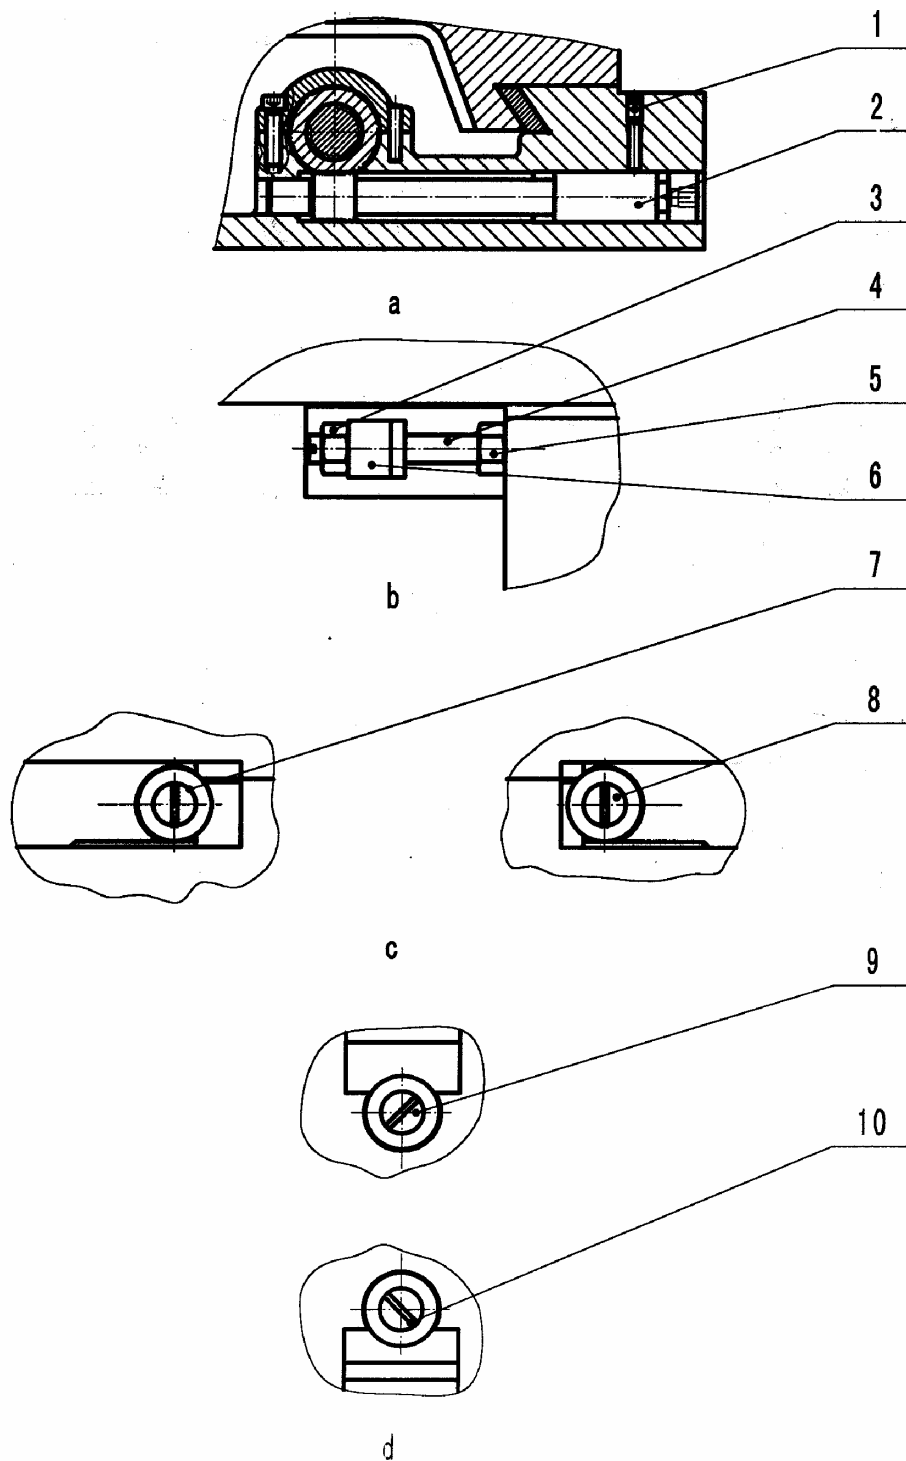

Рис. 4
1. Регулируйте мертвый ход между ходовым винтом (см. рис. 4а) и гайкой.
2.2. Регулирование поперечной прижимной планки (см. рис. 4с).